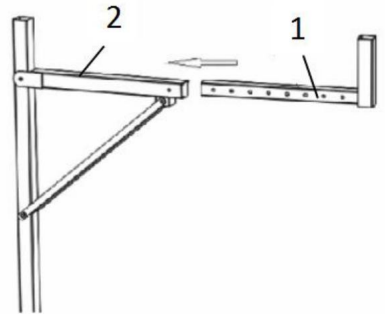

figura 4
- B. Deslice la barra transversal extendida (1) en el extremo de la barra transversal (2) y asegúrela en su lugar con el perno (4), la arandela (5) y la tuerca de seguridad (6) en la posición adecuada; la longitud de la barra transversal extendida (1) se puede ajustar. Como se muestra en la figura 4.